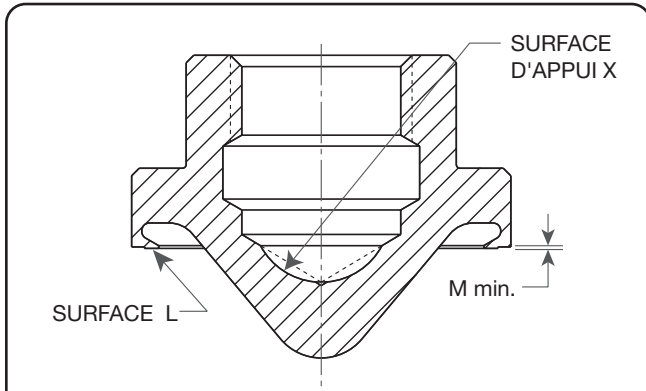

Figure 14 : Disque
- (ii) Le disque Thermodisc ne peut pas être rectifié. Si, suite au rodage, la dimension M sur la figure 14 ne correspond pas à la valeur minimale indiquée dans le tableau 5, le disque doit être remplacé.